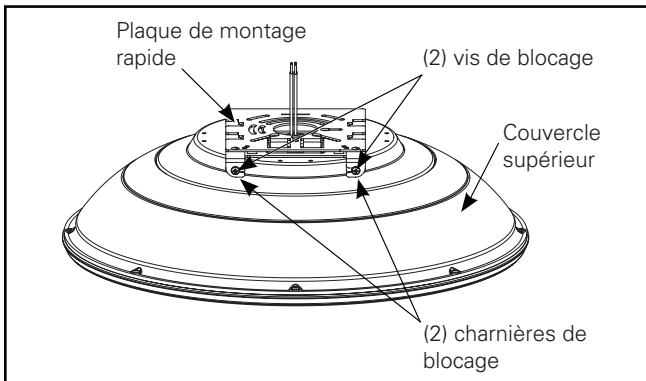

Figure 1.
1. Dévissez (sans retirer) les deux vis de blocage (Figure 1). Faites pivoter les charnières de blocage vers le côté gauche ou droit jusqu'à ce qu'elles se bloquent.